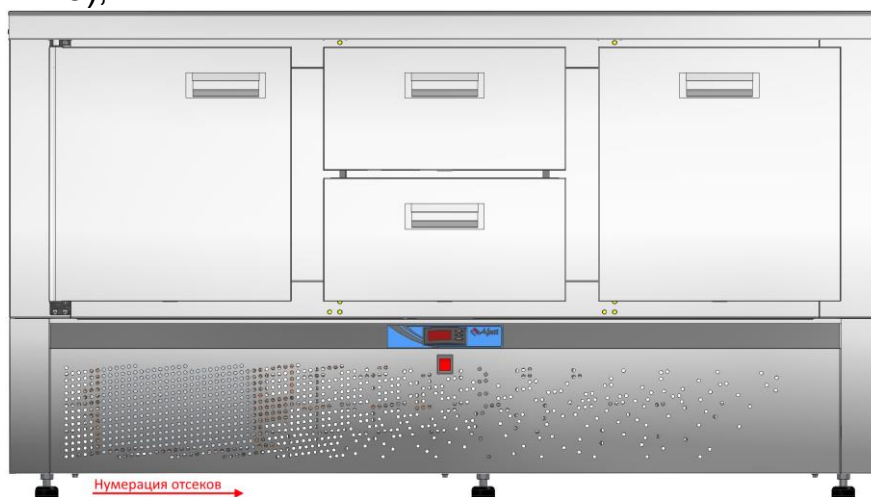

Рис. 3 CXC-70H-02
- стол холодильный среднетемпературный с нижним расположением агрегата CXC-70H-02 столешница нерж. 202 без борта (дверь, ящик 1/2, ящик 1) (см. рис. 3);